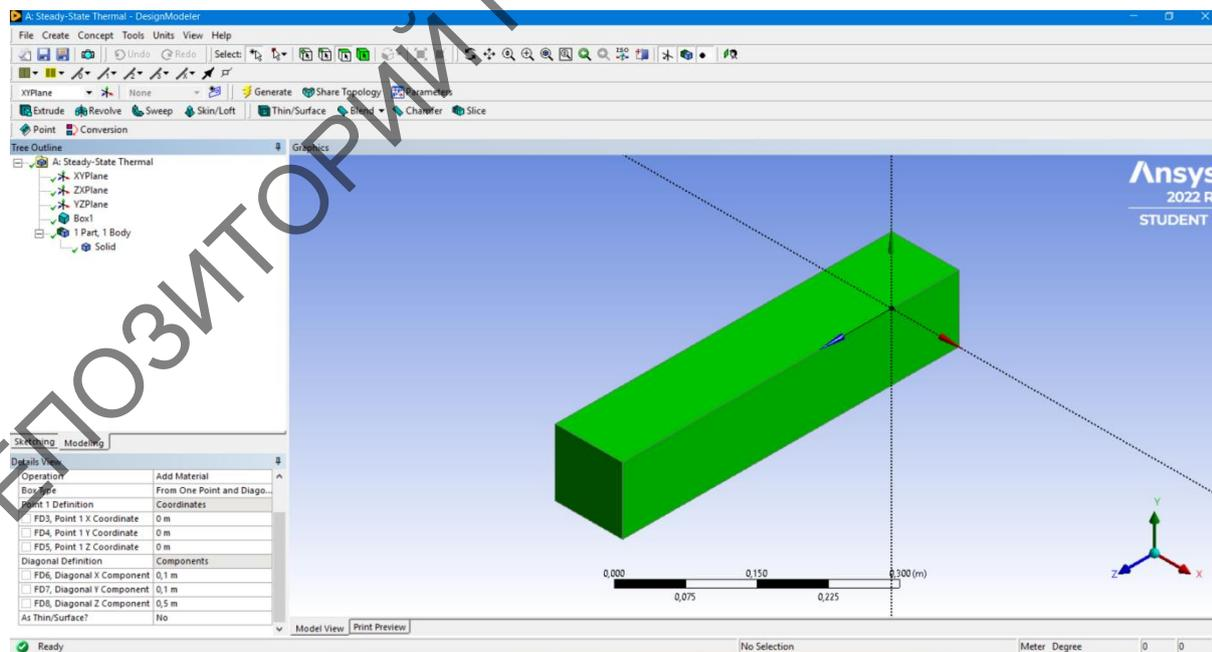

Рисунок 20 – Design Modeler
- Design Modeler (рисунок 20);